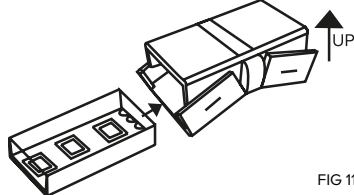

FIG 11.
12. Houd de connector zoals afgebeeld in fig 11. met de scharnierende gedeeltes aan de onderzijde en schuif de ledstrips volledig in de connector. **Let op de polariteit.** De + en moeten overeen komen op beide ledstrips.